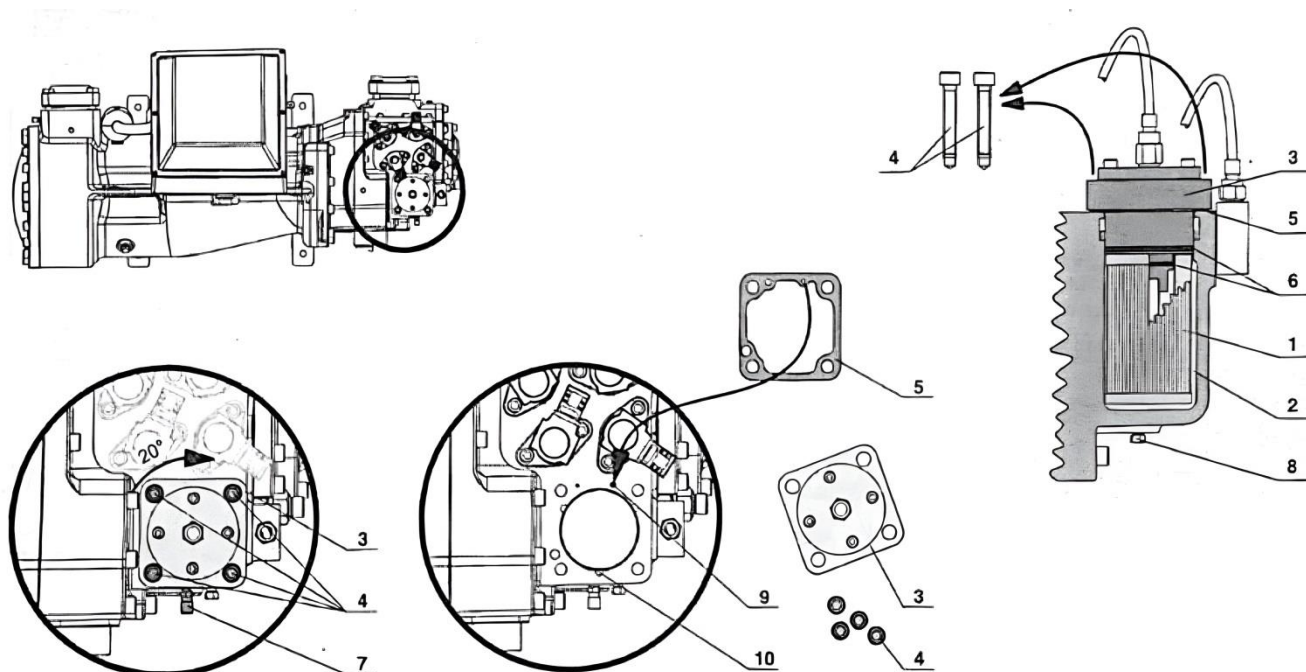

Рис. 9 Масляный фильтр
- Сбросьте давление в камере масляного фильтра (поз. 2, рис. 9) **отдельно!** Удалите масло и хладагент из камеры масляного фильтра (2) при сбросе давления (7).
- Слейте масло в месте слива масла (поз. 8, рис. 9).
- Выверните четыре винта (4) из фланца (3) масляного фильтра сервисного подключения. Потяните фланец на 15 мм вверх и поверните его на 20 градусов по часовой стрелке. Выньте весь блок целиком и снимите масляный фильтр (1).
- Вставьте новую плоскую прокладку (5) и уплотнительные кольца (6) и установите новый масляный фильтр (1). Установите плоскую прокладку в соответствии с позиционным штифтом (9) в корпусе.
- Установите все устройство целиком на три гайки (10), поверните на 20 градусов против часовой стрелки и надавите вниз. Вставьте позиционный штифт (9) в соответствующее отверстие на нижней стороне фланца.
- Вставьте четыре винта (4) во фланец (3) и затяните крест-накрест (80 Нм).